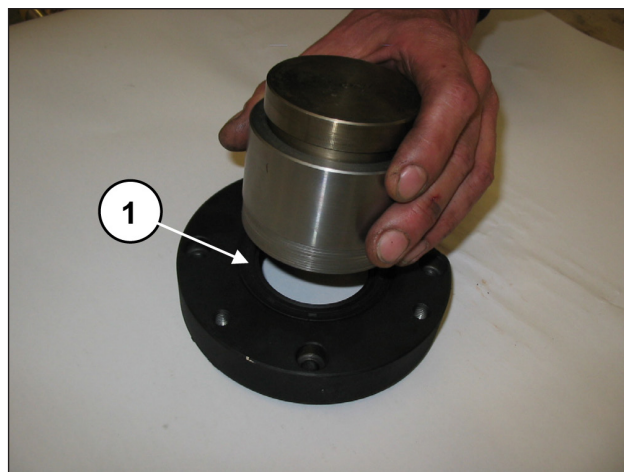

Fig. 64
Premontar las tapas del cojinete PTO derecha e izquierda: Introducir la anilla de retención radial dentro de la tapa del cojinete PTO utilizando la herramienta cód. 27539500, (pos. ①, Fig. 64).